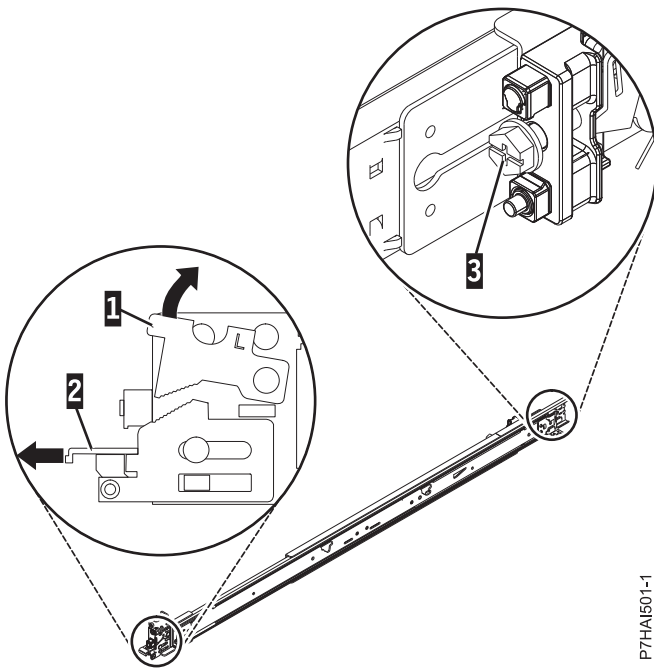

図 2. 前部ラッチを開いて後部のねじを取り外す
2. 前面のロックング・タブ (1) を押し上げて、レールの前部にある前面ラッチ (2) を引き出します。次に、レール (3) の後部からねじを取り外します。詳しくは、図 2 を参照してください。